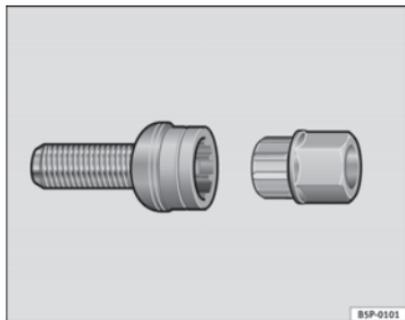

Fig. 140 Boulons de roue antivol
- Introduisez l'adaptateur au maximum dans le boulon antivol de la roue → fig. 140.